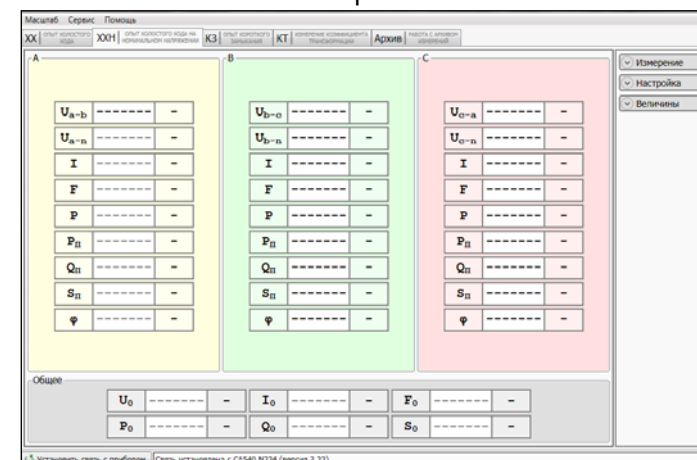

Рисунок 7.17
4) Перейти на вкладку  "XXH" Опыт холостого хода на номинальном напряжении, для чего щелкнуть по ней (рисунок 7.17)
6) Развернуть поле "Настройка", для чего щелкнуть по кнопке  "Настройка" (рисунок 7.17).